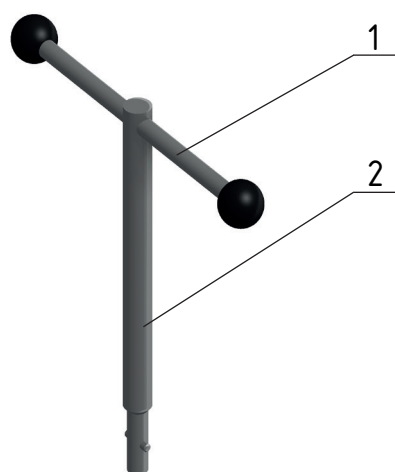

Рис. 4 Рукоятка оперирования
1.5.3 Привод выключателя нагрузки выполнен в виде отдельного узла и представляет собой пружинный механизм, обеспечивающий вращение вала с требуемыми параметрами угла поворота, скорости и направления вращения. Привод приводится в действие оператором при помощи съемной рукоятки (рис. 4) или ручки оперирования на передней панели привода, либо дистанционно, или электромагнитом управления.